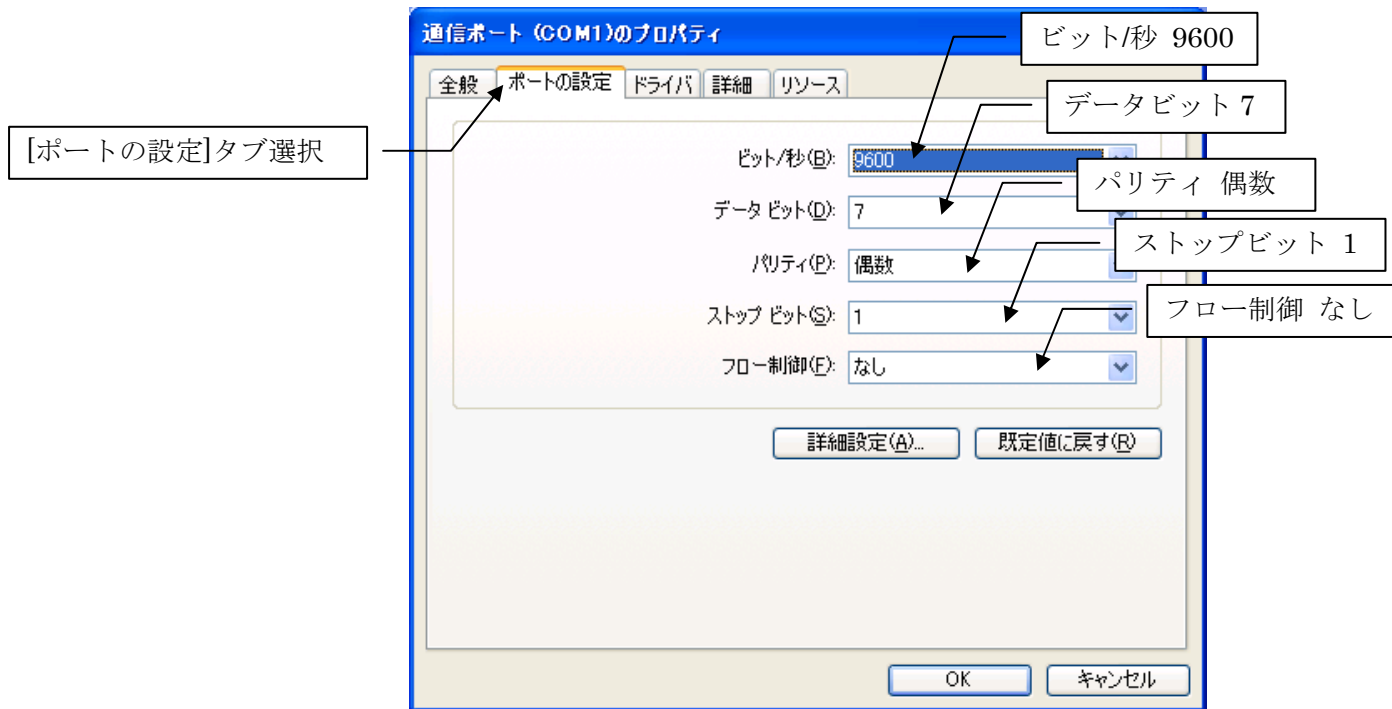

図 22 通信ポートのプロパティ設定 (バーコード用)
- (3) 表示された「通信ポート(COM1)のプロパティ」ダイアログで、[ポートの設定]タブを選択します。ここでの設定値はバーコードリーダーの設定に合わせて、ビット/秒 9600、データビット 7、パリティ 偶数、ストップビット 1 を選択します。また、フロー制御はなしとします (図 22)。